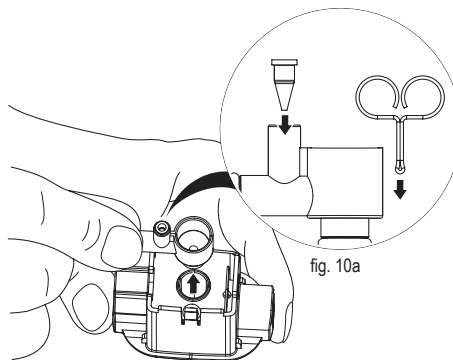

fig. 10: Aftagning af mundstykket til mælkeskum
10. Hold i tilslutningen for indløbet, og træk mælkeskummerdysen ud af kaffe-/mælkeudløbet øfter (fig. 10).